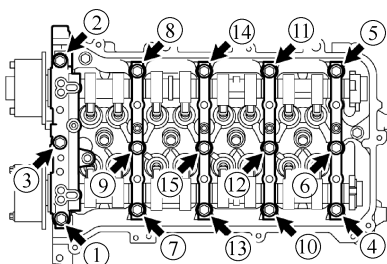

图 1-199 拆下 15 个轴承盖螺栓
② 按图 1-199 中数字所示的顺序, 均匀松开并拆下 15 个轴承盖螺栓。